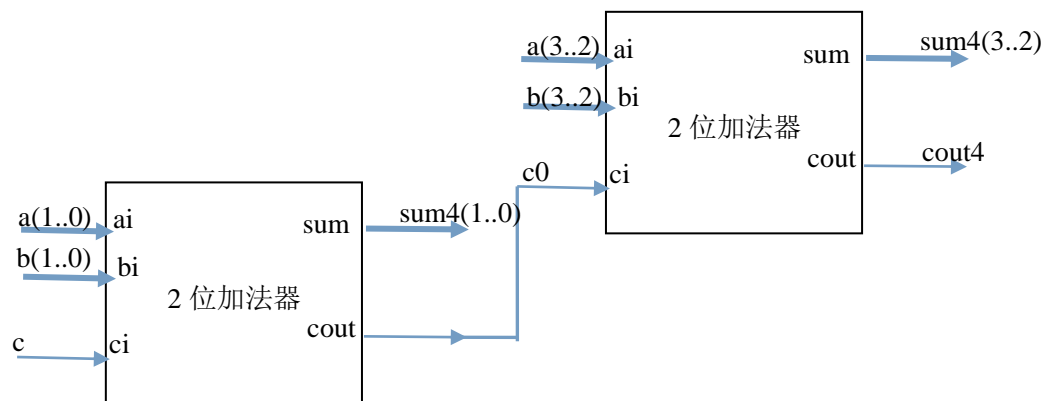

图 3
4、根据图 3 给定的两个 2 位全加器信号关系及实现的 4 位全加器功能部分程序，在下列部分程序中的横线上填入必要语句，实现 4 位全加器的完整功能。